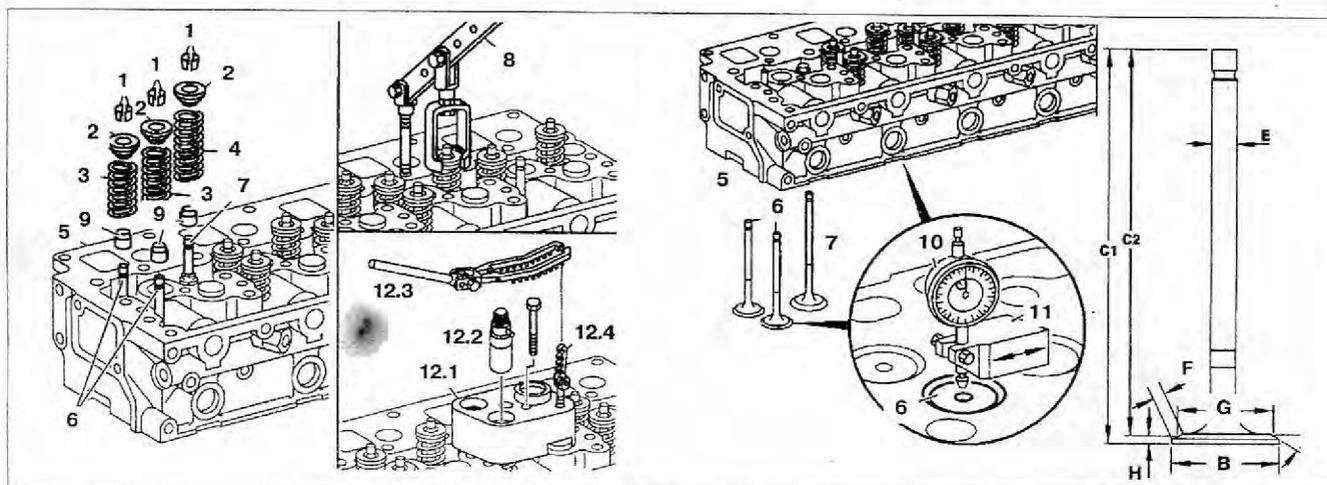

Рис. 3.12. Клапаны:
1. Снимите головку блока цилиндров **5** (рис. 3.12).